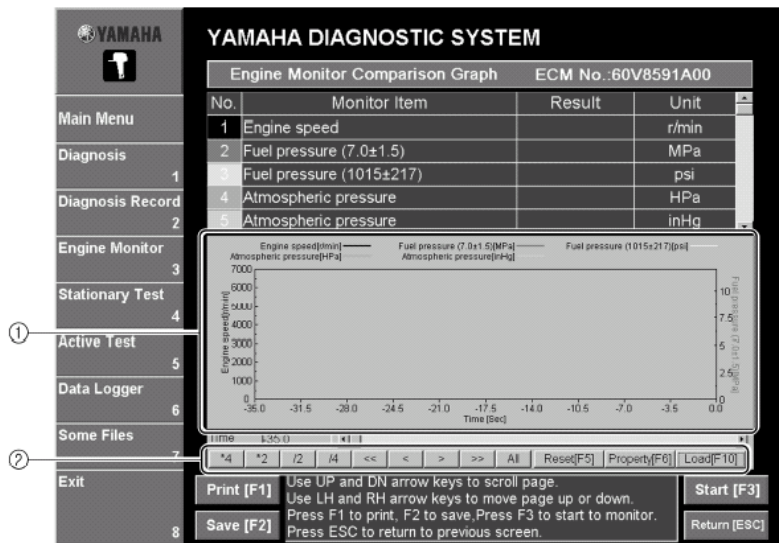

Рис. 50
2. Программа показывает окно сравнительного графика. (Рис. 50)